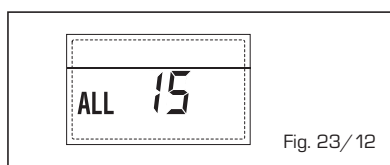

Fig. 23/12
**- ANOMALIA SONDA EXTERNA “ INTERMITÊNCIA” (fig. 23/13)**